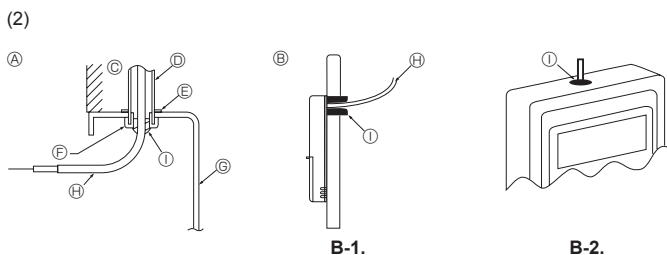

Fig. 5-6
(2) Sceller l'entrée de service du cordon de la télécommande avec du mastic pour éviter toute invasion possible de rosée, d'eau, de cafards ou de vers. (Fig. 5-6)